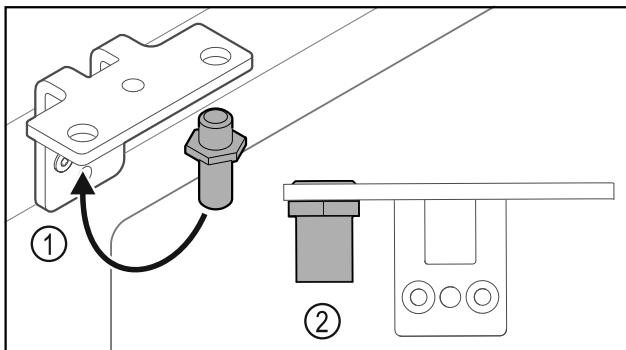

Fig. 33
- Преместете болта Fig. 33 (1) в Ѹгъла на пантата.
- Затегнете болта Fig. 33 (2) с **въртящ момент от 12 Nm**.